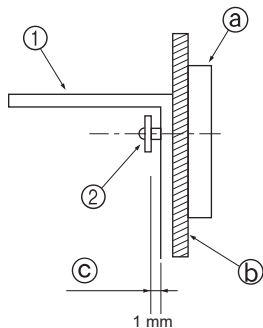

Fig. 3-4
- Først skal vinkeljernet festes til veggen, og deretter strammer du til skruen slik at vinkeljernet kan skyves opp og ned. (Fig. 3-4)
- ① Vinkeljevnt mot velting
- ② Plateskrue
- ③ Frise
- ④ Materiale på veggoverflate
- ⑤ Avstand på ca. 1 mm